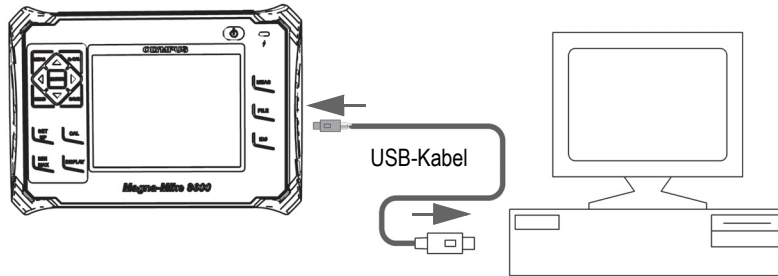

Abbildung 8-2 Verbindung des Magna-Mike 8600 mit einem Rechner
7. Stecken Sie das eine Ende des USB-Kabels in die USB-Client-Buchse hinter der seitlichen Klappe des Magna-Mike 8600 ein und stecken Sie das andere Ende in eine USB-Buchse am Rechner (siehe Abbildung 8-2 auf Seite 153).